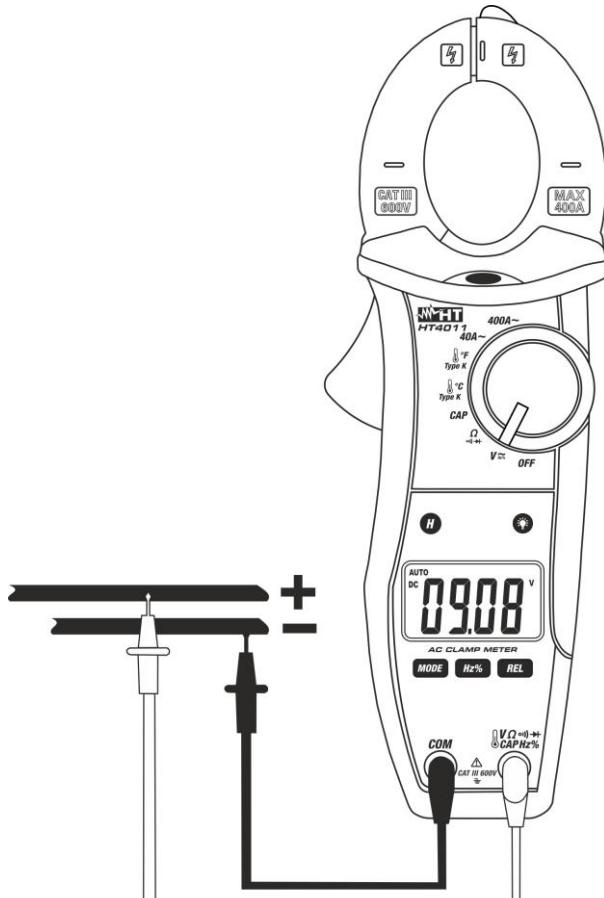

Fig. 3 : Utilisation de la pince pour mesure de tension CC
3. Positionner les embouts sur les points désirés du circuit sous test (Fig. 3). La valeur de tension apparaît à l'écran.
5. L'affichage du symbole « **-** » sur l'écran de l'instrument indique que la tension a une direction opposée par rapport à la connexion de Fig. 3